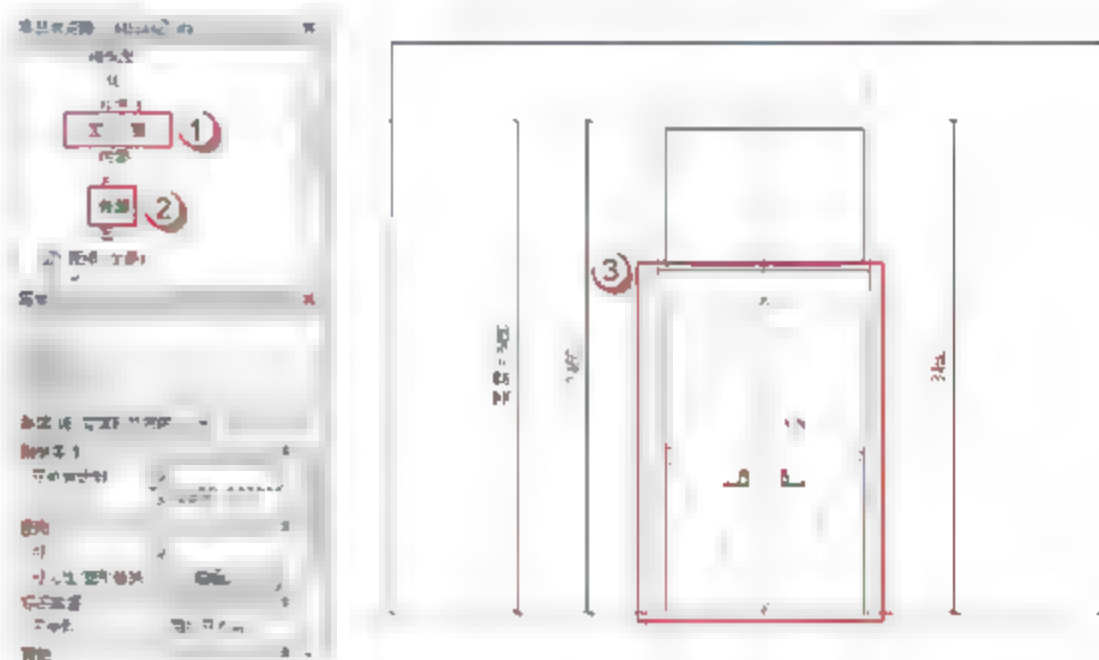

图 6.2.37 绘制 FM1534 乙的立面打开方向
(33) 绘制 FM1534 乙的立面打开方向。选择“项目浏览器”中的“立面(立面 1)”→“外部”选项,进入门的外部立面视图。选择“注释”→“符号线”命令,将“子类别”改为“立面打开方向(投影)”,绘制如图6.2.37所示门的“打开方向”符号线。